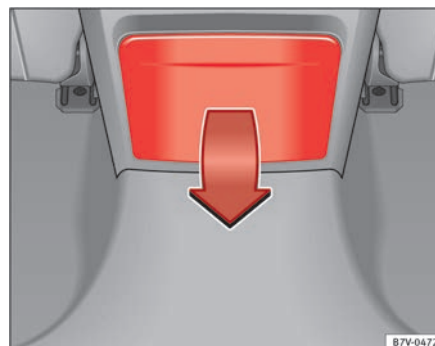

Fig. 116 Parte posterior de la consola central: desplegar los portabebidas.
- Para *abrir*, desplegar hacia abajo el portabebidas, en el sentido que indica la flecha ⇒ fig. 116.